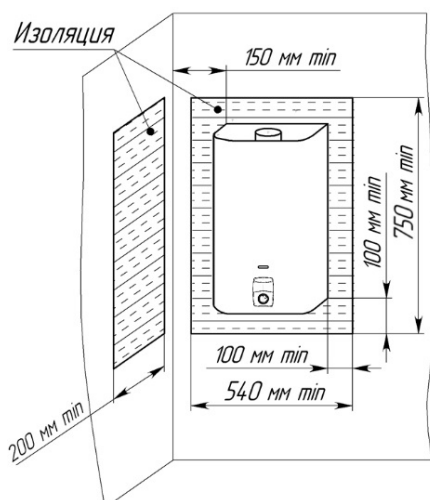

Рисунок 4. Установка аппарата на трудносгораемых стенах
7.1.6. Допускается установка аппарата на трудносгораемых стенах при условии изоляции стены оцинкованным листом толщиной 0,8...1 мм по листу базальтового теплоизоляционного картона БТК толщиной 3...5 мм. Изоляция стены должна выступать за габариты корпуса аппарата не менее чем на 100 мм с каждой стороны (рис. 4).